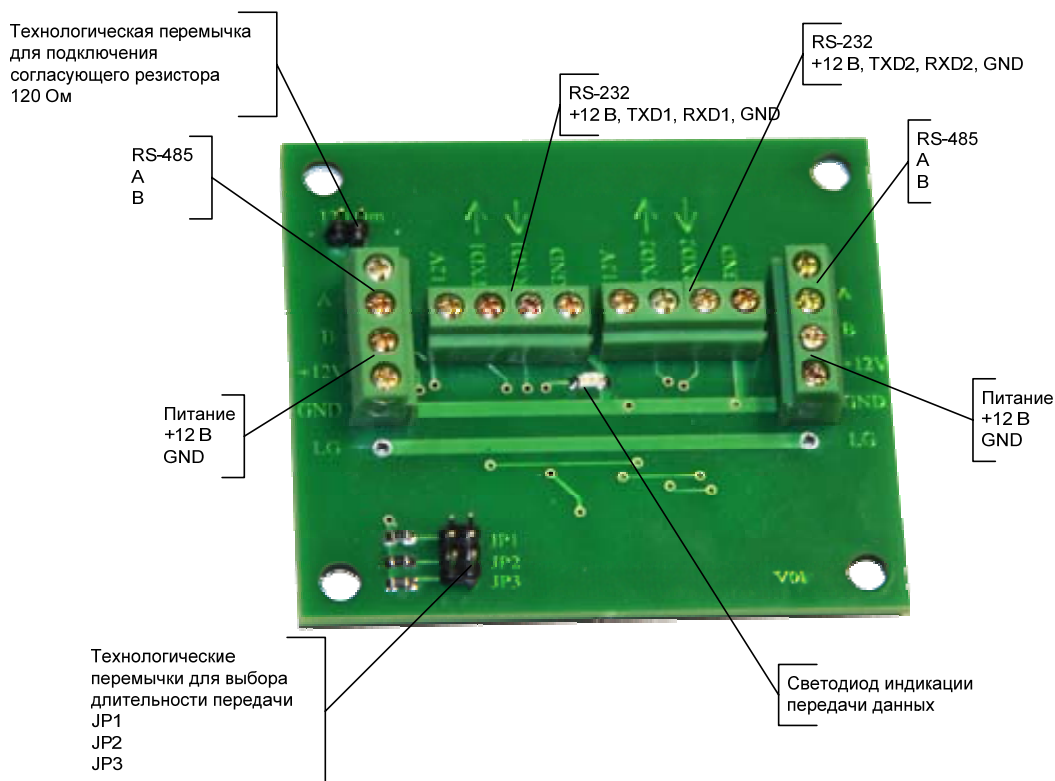

Рисунок 3 Вид платы РК2 с элементами подключения и индикации
В корпусе РК2 размещена печатная плата (см. Рисунок 3).
**Внимание!** Для обеспечения корректной работы сети передачи данных на плате РК2 конечного абонента сети необходимо подключить согласующий нагрузочный резистор 120 Ом. Необходимо установить технологическую перемычку для подключения согласующего резистора (см. Рисунок 3).
Монтаж проводов кабелей осуществляется винтовыми зажимами. Расположение и назначение контактов соединителей и схемы подключения внешних устройств см. Рисунок 3. Подвод внешних цепей выполняется через гермовводы. Для каждой секции клеммников в корпусе устройства предусмотрен свой гермоввод.